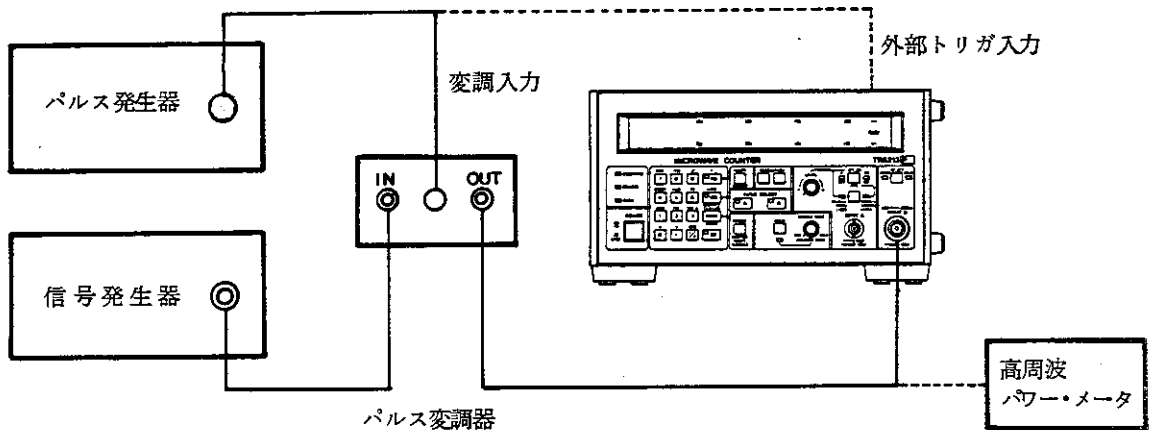

図 4-1 パースト波キャリア周波数測定における機器の接続図
- (2) 信号発生器の周波数を 18 GHz に設定し、〔図 4-1〕のように接続します。
- (2) 信号発生器の周波数を 18 GHz に設定し、[図 4-1] のように接続します。
- (3) パルス変調器の変調を OFF にすることによって、RF 信号を連続波にします。パルス変調器の出力を高周波パワー・メータで測定し、その測定値が -20 dBm となるように、信号発生器の出力を調整します。
- (4) 上記設定レベルのパルス変調器の出力を、本器の **INPUT B** コネクタに接続します。このとき、本器の表示部に入力周波数が表示されることを確認します。
- (5) 本器をバースト波キャリア周波数測定モードに設定します。
- ①   と押します。
- ②  を押し、ホールド状態にします。
- ③ **DELAYED GATE** つまみを反時計方向に回し、**OFF** に設定します。
- ④ 背面パネルの **TRIG MODE** スイッチを **INT** に設定します。
- (6)   と押します。
- (7) パルス発生器の出力を 100 ns に設定し、パルス変調を行いません。このとき、 μ s 単位で 10 ns 分解能の表示を行なうことを確認します。
- (8) パルス発生器のパルス幅を変更して、表示を確認します。